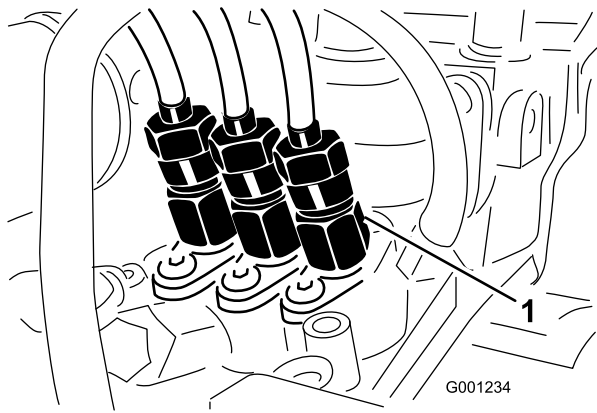

Figura 50
1. Afloje la tuerca del tubo en el conjunto de la boquilla y soporte del inyector N° 1 en la bomba de inyección (Figura 50).